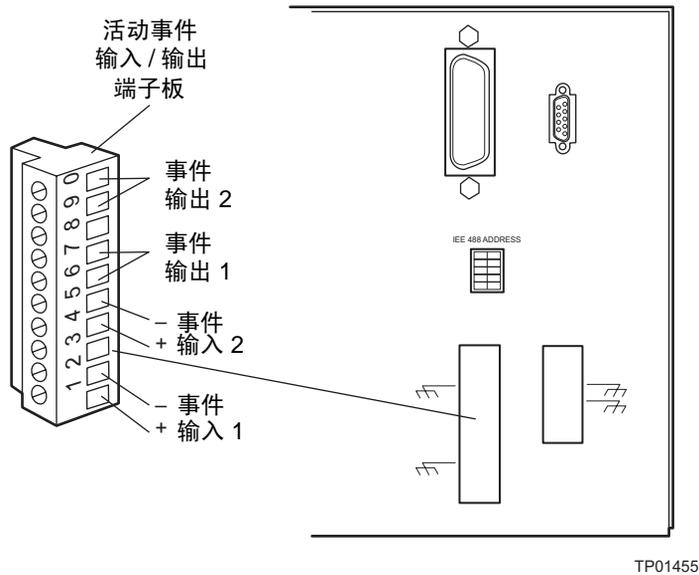

图 1-6 事件输入 / 输出端子板
从后面板拉下事件端子板（图 1-6）。这样便于完成以下步骤：
1. 将事件信号电缆一端的裸线插入相应事件输入或输出端子的正极(+)和负极(-)插槽（图 1-6）。拧紧两个螺丝，固定+、-导线。